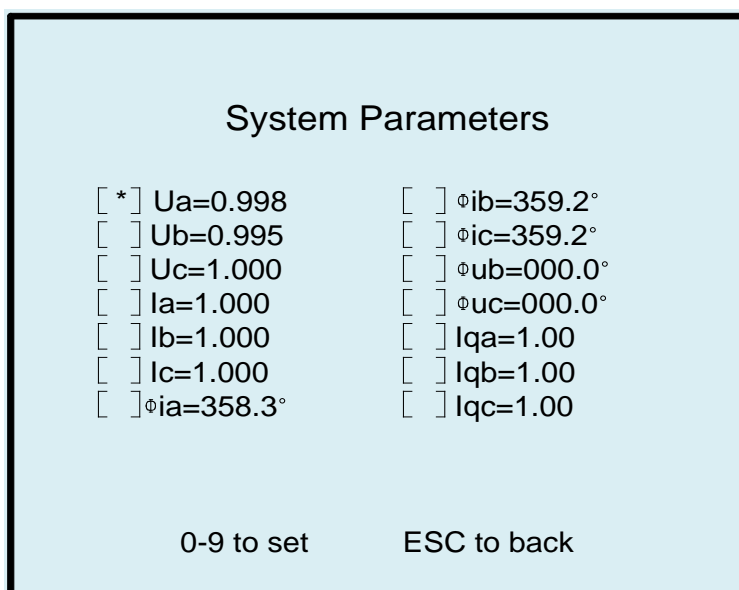

Рисунок 4.2.12 Экран системных параметров 6303
- первый экран при вводе пароля 6303 (рисунок 4.2.12);